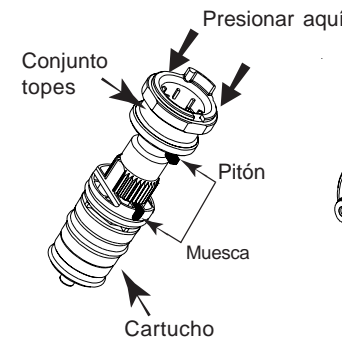

Fig. 5
- Presionar a fondo el conjunto de topes sobre el cartucho, ajustando el pitón en la muesca (fig. 5).